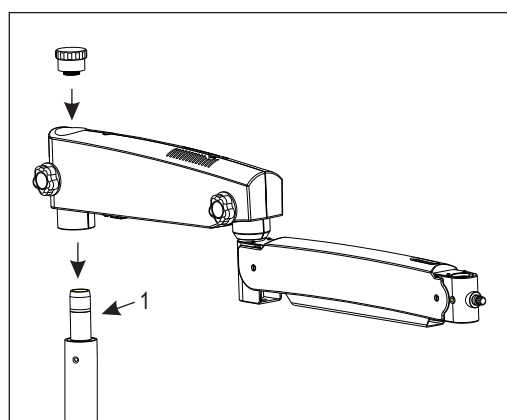

Fig. 4
- 7.3 Retire el brazo giratorio y el brazo de suspensión ensamblados de la caja de embalaje. Instale el conjunto del brazo giratorio sobre el eje vertical de soporte (1). Ver Fig. 4.